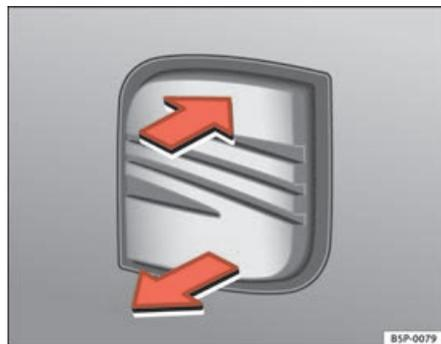
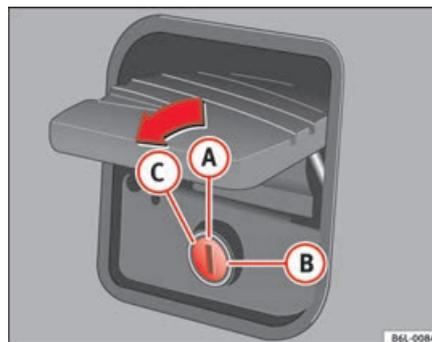

Fig. 50 Capot arrière : ouverture depuis l'extérieur
Fig. 51 Verrouillage du capot de coffre
- Tirez sur le levier et levez le hayon ⇒ fig. 50. Le trou de la serrure doit être en position verticale ⇒ fig. 51 (A).
L'œil de la serrure (A) ⇒ fig. 51 étant en position verticale, le coffre s'ouvre et se ferme automatiquement au moyen du verrouillage centralisé. D'autre part, le coffre arrière peut être ouvert ou fermé à clé.
L'œil de la serrure étant en position horizontale (B) ⇒ fig. 51, une fois le coffre arrière fermé, il reste verrouillé en permanence une fois fermé et ne pourra être ouvert qu'avec la clé principale.
Pour ouvrir le coffre arrière, il faut tourner la clé au maximum (C) ⇒ fig. 51 dans le sens de la flèche. Dans cette position, la clé ne pourra pas être sortie de la serrure. ▶